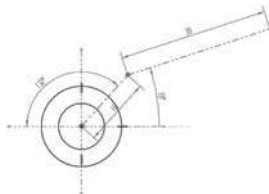

图3-58 绘制参考曲线
⑤ 单击【直线】按钮和【轮廓】按钮，绘制两条通过圆心的直线和一条折线，并对它们进行尺寸约束，然后选择直线及折线，单击【草图工具】工具条中【转换至/自参考对象】按钮，将其转化为参考曲线，如图 3-58 所示。